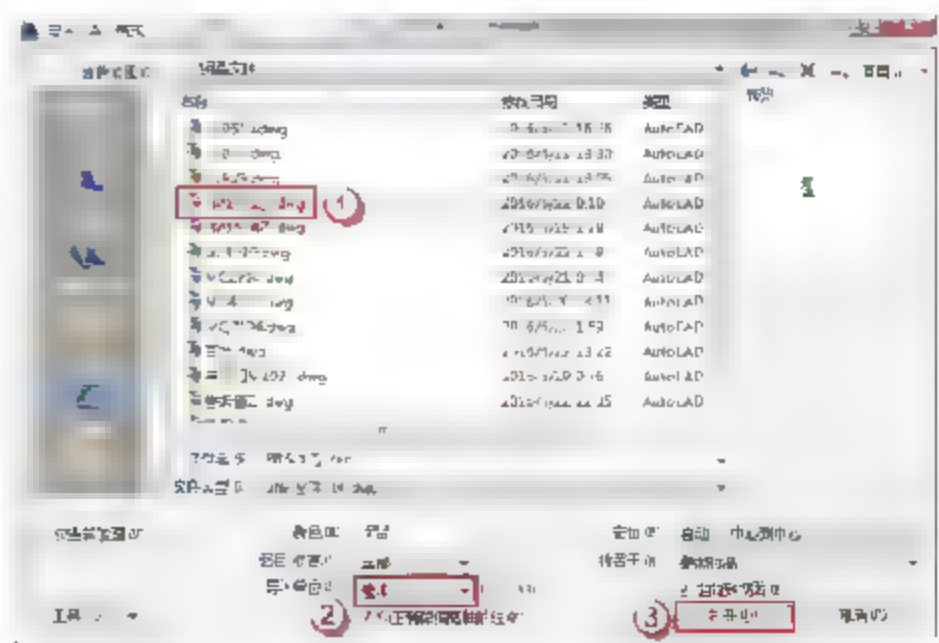

图 6.2.46 导入“FM1521 乙.dwg”文件
(7) 导入 CAD 图形。选择“插入”→“导入 CAD”命令，弹出“导入 CAD 格式”对话框，选择“FM1521 乙.dwg”文件，将“导入单位”改为“毫米”，单击“打开”按钮，如图 6.2.46 所示。